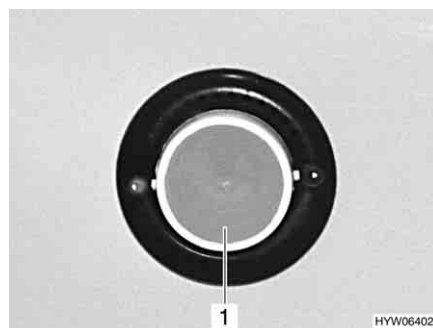

Fig. 116 Lampada alogena a incasso (orientabile)
- Comprimere il vetro della luce (Fig. 116,1) ai due naselli ed estrarlo.